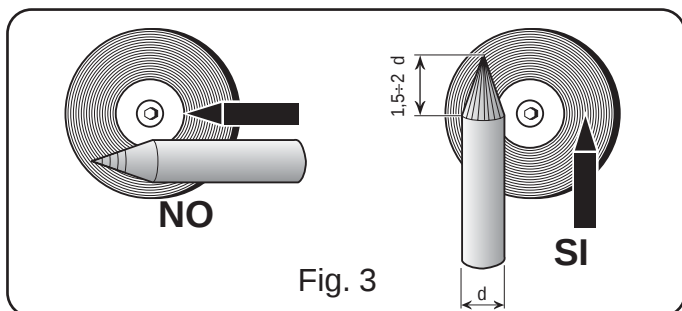

Fig. 3
Wees vooral voorzichtig bij het klaarmaken van de elektrode-tip. Slijp er verticale groeven in zoals getoond in fig.3.
- Slijp het uiteinde van de wolfraamelektrode in een conische vorm, over een lengte van ongeveer 1,5-2 maal de elektrodediameter. (fig. 3)